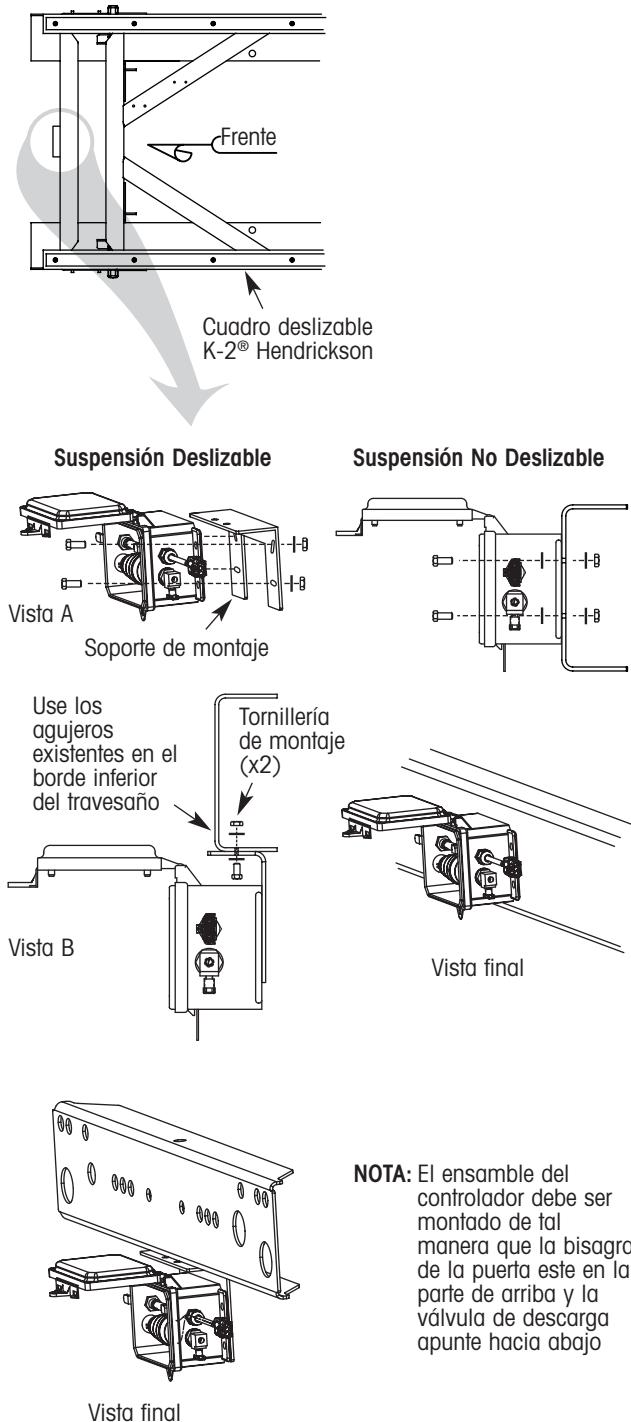

Figura 2. Instalación del ensamblaje del controlador TIREMAX CP nuevo
Hendrickson recomienda el travesaño delantero como la ubicación de montaje del ensamblaje del controlador (figura 2). Un soporte de montaje está incluido en el kit de tal manera que el ensamblaje del controlador
puede ser montado sin barrenar agujeros en el travesaño. En suspensiones deslizables, el soporte y ensamblaje del controlador deben estar montados debajo del travesaño como se muestra en la figura 2 para evitar interferencia con la barra de tope del deslizable. En suspensiones no deslizables, el controlador puede ser montado debajo del travesaño como se muestra en la figura 2 o a la superficie vertical del travesaño si se desea, ya que la interferencia con la barra de tope del deslizable no es un problema.
1. Sujete cada esquina del ensamblaje del controlador al soporte con cuatro tornillos de  $\frac{5}{16}$  pulgadas, arandelas y tuercas como se muestra en la figura 2, vista A. Oriente la caja de tal manera que la bisagra de la puerta esté en la parte de arriba y la válvula de descarga apunte hacia abajo.
2. Sujete el controlador y el soporte de montaje a los agujeros existentes en la superficie inferior del travesaño como se muestra en la figura 2, vista B.
**⚠ ADVERTENCIA:** El no orientar el controlador y soporte de montaje como se describe arriba y se muestra en la figura 2 puede resultar en una interferencia con la barra de tope del deslizable y daño en el ensamblaje del controlador.
Utilice el método de montaje del ensamblaje del deslizable descrito arriba, o sujete cada esquina del ensamblaje del controlador directamente a la superficie vertical del travesaño con los cuatro tornillos de  $\frac{5}{16}$  pulgadas, arandelas y tuercas (figura 2). Oriente la caja de tal manera que la bisagra de la puerta esté en la parte de arriba y la válvula de descarga apunte hacia abajo (figura 2).
**⚠ PRECAUCIÓN:** El ensamblaje del controlador debe estar montado de tal manera que la bisagra de la puerta esté en la parte de arriba y la válvula de descarga apunte hacia abajo (figura 2).